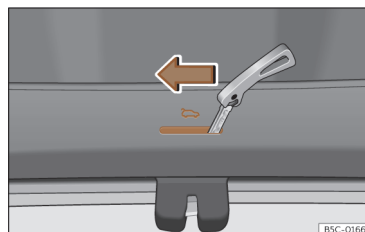

Fig. 90 Pormenor da bagageira: destrancagem de emergência.
- Introduza o palhetão da chave na ranhura e desloque a chave no sentido da seta até que a fechadura desbloqueie >>> **Fig. 90.**